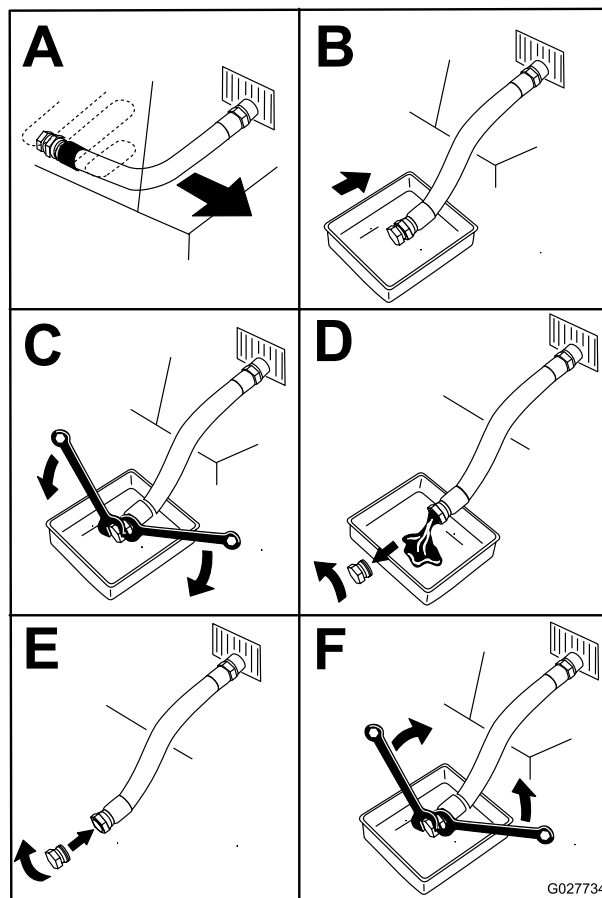

Bild 43
5. Lassen Sie das Öl vom Motor ab (Bild 43).